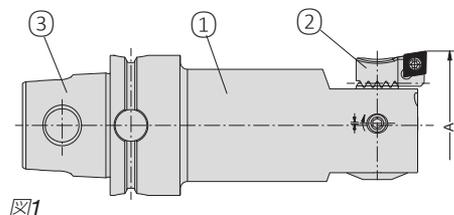

図1
- 機械側で精密ボーリング工具にKM..TS継ぎ具を装備③（図1）。